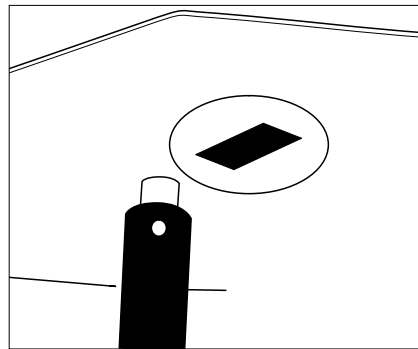

fig. 22
- faire une manoeuvre de fermeture. Vérifier que l'indicateur de position affiche l'état "fermé" (voir § 6, fig. 22 et 23 page 11).
- soit par l'inscription "FERME" en couleur rouge (fig. 22 et 23).